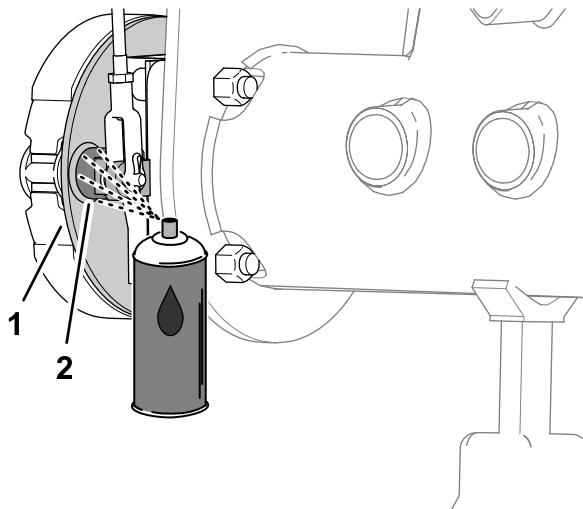
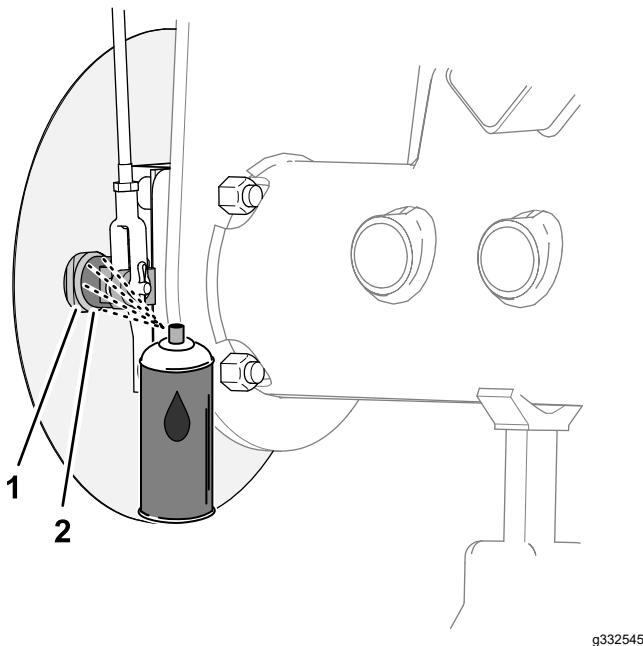

Figura 69
Figura 70
1. No lado interior da placa traseira dos travões (máquinas sem o resguardo de relva do aro da roda opcional) ou resguardo da roda (máquinas com o resguardo de relva do aro da roda opcional), pulverize óleo penetrante entre o veio do excêntrico dos travões e a placa posterior (Figura 69 ou Figura 70).